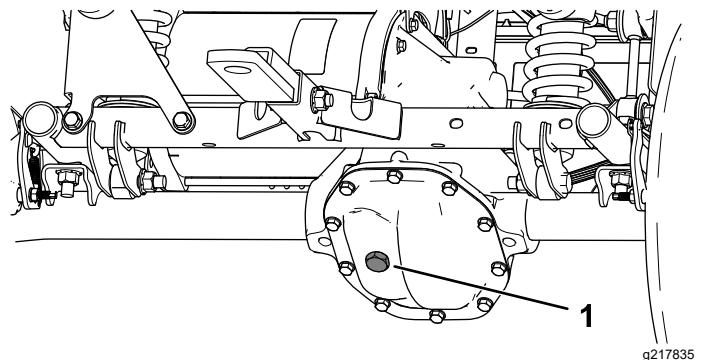

Рисунок 48
4. Снимите пробку заливного отверстия в коробке передач (Рисунок 48).
5. Если уровень жидкости низкий, снимите пробку заливного отверстия и доливайте жидкость указанного типа до тех пор, пока она не начнет вытекать из отверстия (Рисунок 48).
4. Отверните крышку заливного отверстия в коробке передач и залейте в коробку передач жидкость указанного типа до тех пор, пока она не начнет вытекать из заливного отверстия (Рисунок 48).